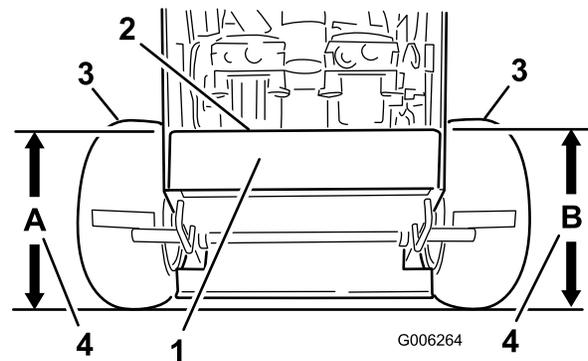

Figura 70
4. Mida la altura de la carcasa del motor en la posición **A** (Figura 70).
5. Mida la altura de la carcasa del motor en la posición **B** (Figura 70).